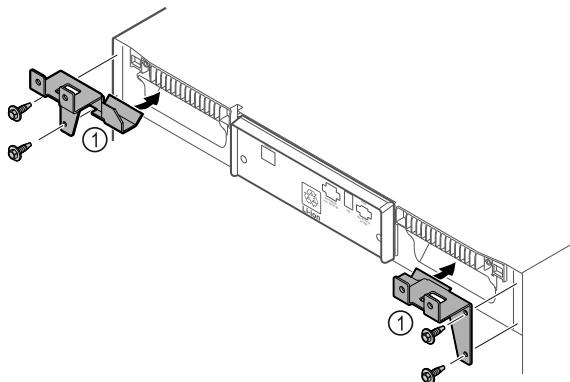

Fig. 51
- Halteteile Fig. 51 (1) mit selbstschneidenden Schrauben am Gerät montieren.